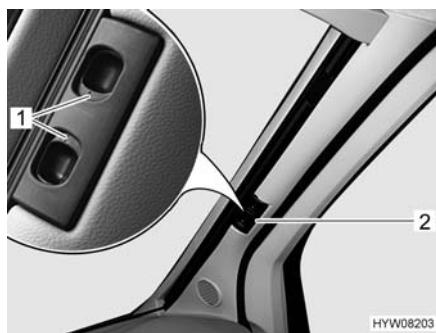

Fig. 44 Tendina oscurante pieghevole (parabrezza)
- Comprimere le levette di bloccaggio (Fig. 44,1) e mantenerle in questa posizione.
- Tirare la tendina oscurante pieghevole del parabrezza per la maniglia (Fig. 44,2) verso il centro della finestra.
- Spingere verso l'esterno le due metà della tendina oscurante pieghevole del parabrezza per la maniglia (Fig. 44,2) fino all'arresto.
- Rilasciare le levette di bloccaggio (Fig. 44,1) e mantenerle innestate.